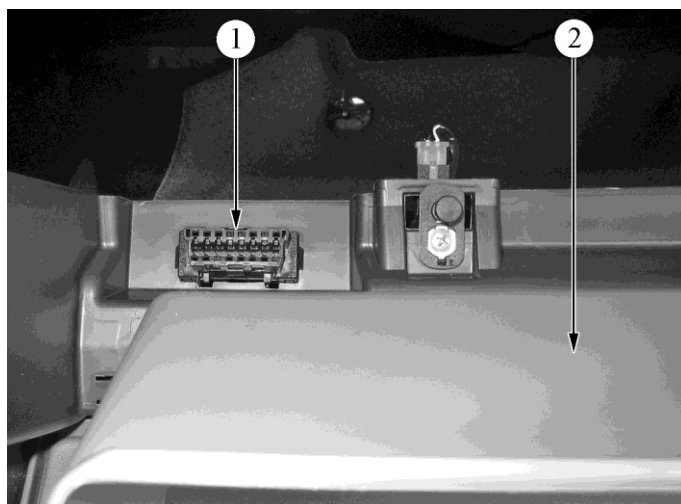

Рис. 2.3-01. Расположение колодки диагностики в салоне автомобилей семейства LADA PRIORA:
5) обеспечение взаимодействия с диагностическим оборудованием. О наличии неисправности система бортовой диагностики сигнализирует включением сигнализатора. Затем система бортовой диагностики должна обеспечить при помощи специального оборудования получение диагностической информации, хранящейся в памяти контроллера. Для этого в системе управления двигателем организован последовательный канал передачи информации, в состав которого входят контроллер ЭСУД, стандартизованная колодка для подключения диагностического прибора (рис. 2.3-01, 2.3-02, 2.3-03) и соединяющий их провод (К-линия или шина CAN). Помимо колодки стандартизованы также протокол передачи информации и формат передаваемых сообщений. Кроме получения информации о выявленных неисправностях и состоянии системы управления двигателем, система бортовой диагностики позволяет выполнить ряд проверочных тестов, управляя исполнительными механизмами.